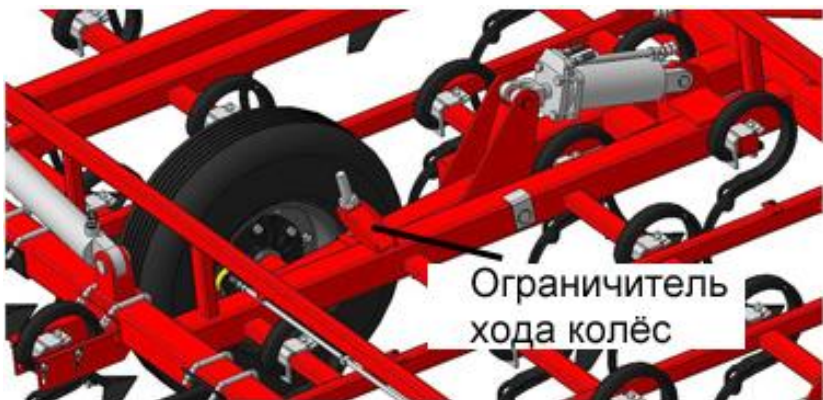

Рисунок 3 – Колёса опорные
3.5 Опорные колёса предназначены для передвижения культиватора при транспортировке и в процессе работы (см. рис.3). Перевод опорных колёс из транспортного положения в рабочее осуществляется гидроцилиндрами. Для регулировки глубины обработки на раме установлен ограничитель хода транспортных колёс (регулируемый винт).
- на средней секции – упорными винтами ограничителя хода (см. рис.3)